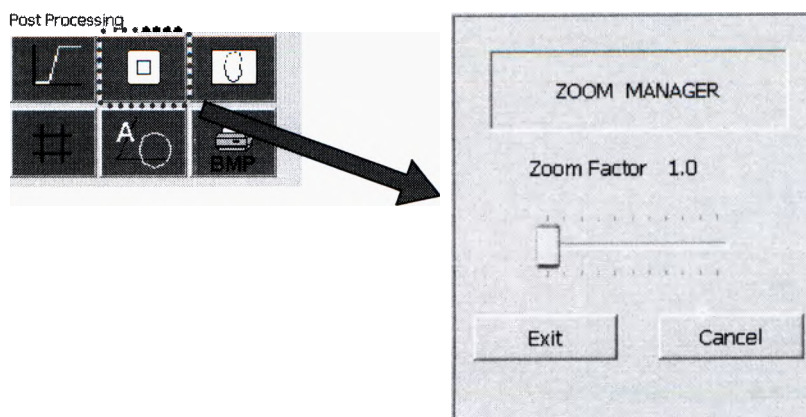

Рисунок 108
9.5.13.3.1 Для масштабирования конкретной области изображения используется опция **Цифровой масштаб** (см. рисунок 108).